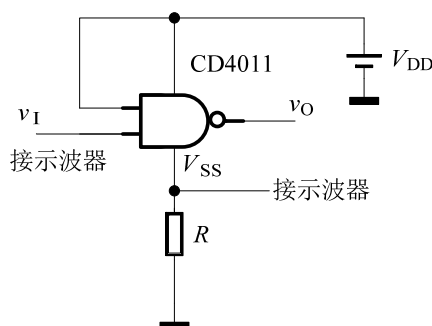

图 6 观察 CMOS 与非门动态功耗的电路
- (1) 查阅数字集成电路 CD4011、74HC00、74HC125 和 74LS00 的数据手册。推荐网址 www.ti.com。
- (2) 根据各项任务所要测量的门电路参数, 查阅并记录数据手册中给出的**主要参数及其测试条件**, 如: 输出高电平 V_{OH} 、输出低电平 V_{OL} 、输出低电平电流 I_{OL} 或传输延迟时间 t_{PHL} 、 t_{PLH} 等。
- (3) 写出各测试电路中门电路的工作电压。
- (4) 写出各测试电路输入信号的类型、频率、电压值。
- (5) 列出各项任务记录数据的表格。
- (6) 根据必做任务 4 内容分析图 6 电路, 试着给出取样电阻 R 的阻值范围。
测试电路如图 6 所示， v_I 是由波形发生器输出 100Hz、0~5V、对称性 50% 的锯齿波。在门电路 V_{SS} 和地之间接入一个小的电流取样电阻，电阻上的电压波形就反映了在输出状态转换的过程中瞬时导通电流的变化。记录输入、输出波形。